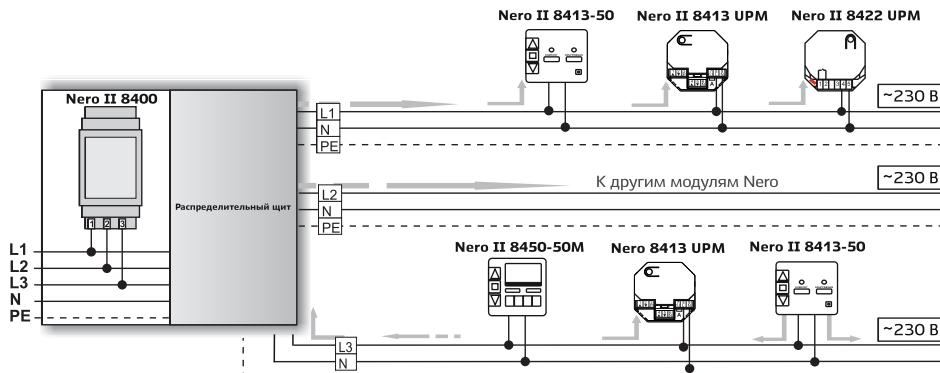

Рис. 1 – Монтаж и подключение Nero 8015
- подключить фазовый переходник к фазам согласно рис. 1;